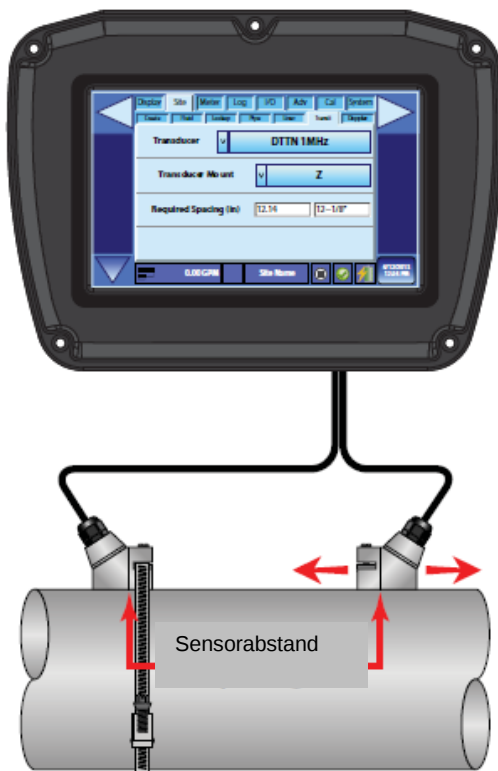

Abb. 25: Sensorposition
Bei DTTN-, DTTH- und DTTL-Sensoren ist ein einzelner Tropfen Kopplungsgel (ca. 12 mm breit) auf die flache Sensoroberfläche aufzutragen. Siehe Abb. 25. Im Allgemeinen ist als akustisches Kopplungsgel ein Schmiermittel auf Silikonbasis zu empfehlen.
- 5) Bei DTTN-, DTTR-, DTTH- und DTTL-Sensoren ist ein einzelner Tropfen Kopplungsgel (ca. 12 mm breit) auf die flache Sensoroberfläche aufzutragen. Siehe Abb. 25. Im Allgemeinen ist als akustisches Kopplungsgel ein Schmiermittel auf Silikon-basis zu empfehlen.